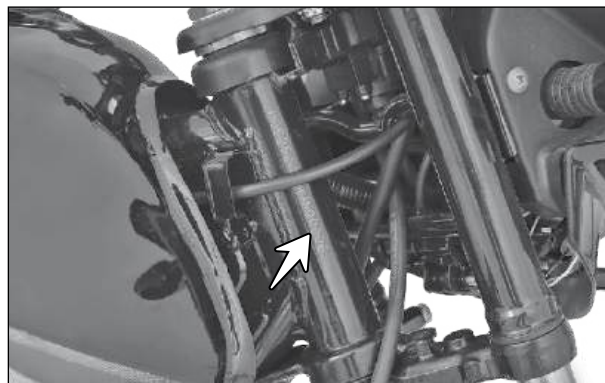

Fig. 1.3
- O número de série do chassi está gravado no lado direito do tubo da coluna de direção. (Fig. 1.3)